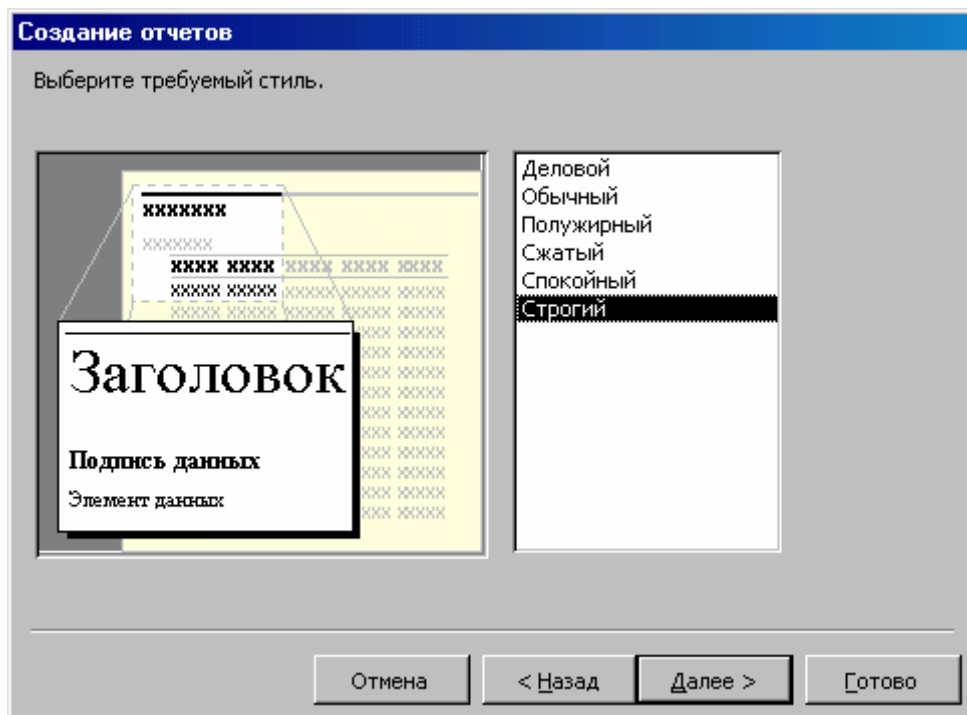

Рис. 6.7. Выбор стиля оформления отчета
- в появившемся окне выберите стиль оформления отчета, как показано на рис. 6.7 и щелкните по кнопке <Далее>;